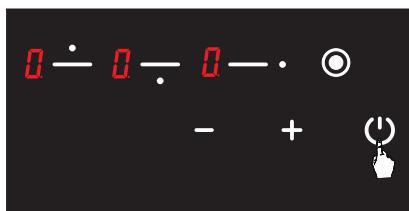

Рис. 8
1. Увімкніть плиту, натиснувши кнопку  (Див. рис. 8).